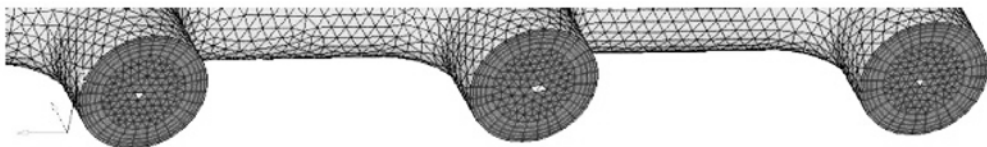

图 5-168 在每个不同的 outlets 面上选择至少一个单元
- (15) 设置 dest component 为 outlets3。然后在每个不同的 outlets 面上选择至少一个单元，如图 5-168 所示。